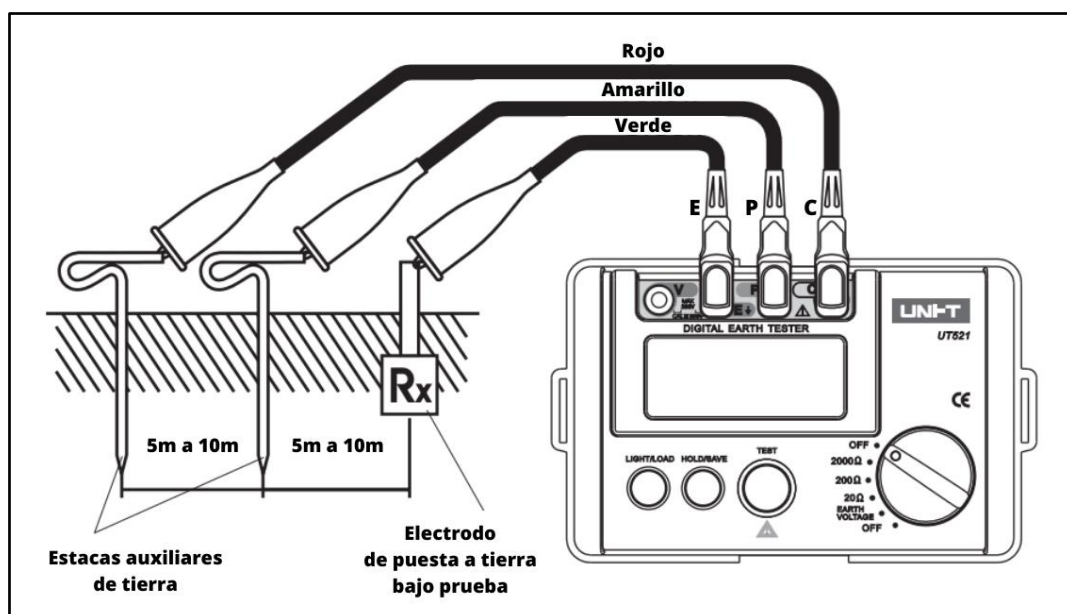

Figura 2
- coloque 2 estacas de tierra profundamente en el suelo. El electrodo de tierra (E), la sonda (P) y la tierra auxiliar (C) deben estar en línea recta y separados entre sí de 5 a 10 m. Vea la Figura 2 para la conexión.